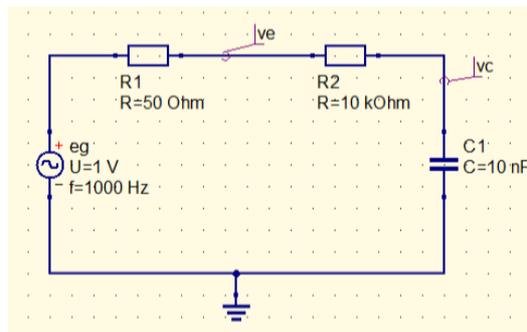

Figure 2 : Circuit de Simulation « RC Intégrateur »
- 4.3.1. Dans un nouveau schématique (Menu Fichier → Nouveau), redessinez (ou bien faites un copier-coller) votre circuit de départ de la Figure 2.